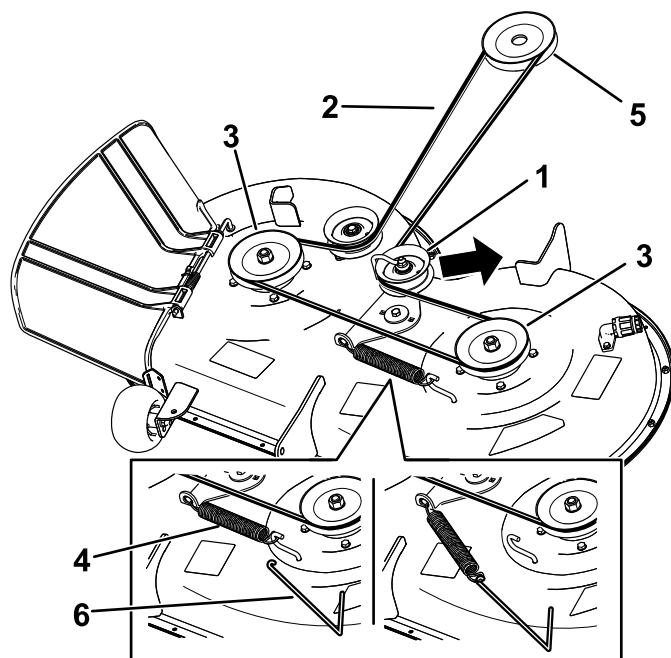

Figure 58
7. À l'aide d'un outil de dépose de ressort (réf. Toro 92-5771), décrochez le ressort du crochet sur le plateau pour détendre la poulie de tension, et déchaussez la courroie des poulies (Figure 58).
8. Acheminez la courroie neuve autour des poulies du moteur et du plateau de coupe (Figure 58).
9. À l'aide d'un outil de dépose de ressort (réf. Toro 92-5771), accrochez le ressort à l'ergot sur le plateau pour tendre la poulie de tension et la courroie de plateau du coupe (Figure 58).